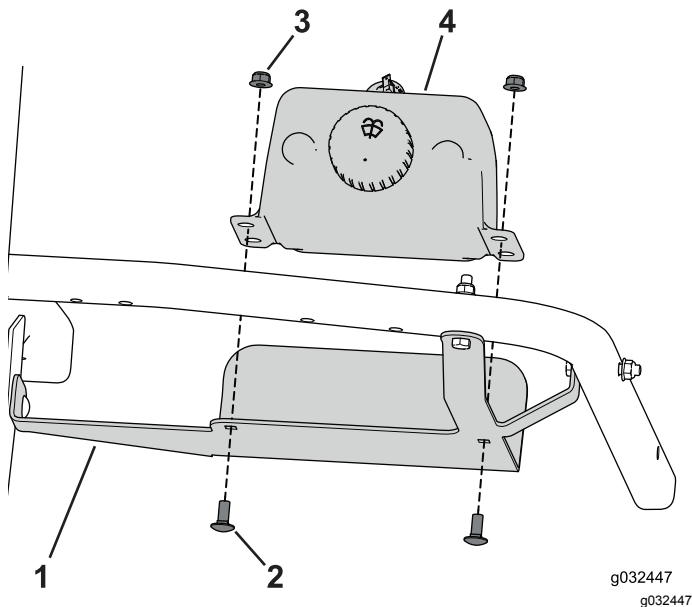

Figura 31
3. Utilize os 2 parafusos de carroçaria (5/16 pol. x ¾ pol.) e porcas flangeadas para prender a garrafa lavadora ao suporte (Figura 31).